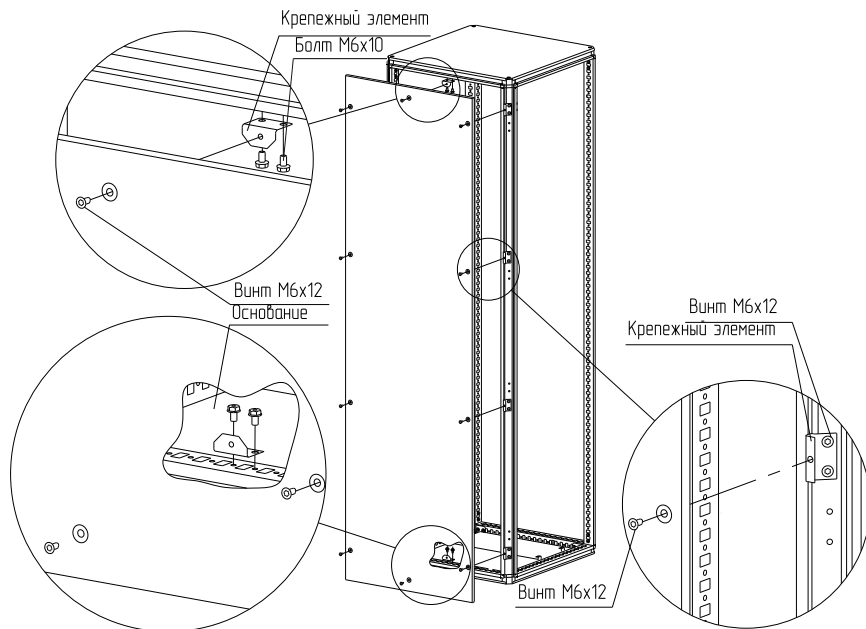

Рисунок 4
4.2.2 Закрепите восемь крепежных элементов на стойках каркаса (рисунок 4). Для крепления использовать винты М6х12. Момент затяжки – 7 Н·м.
4.2.4 Закрепите панель заднюю на крепежных элементах винтами М6х12 (рисунок 4).